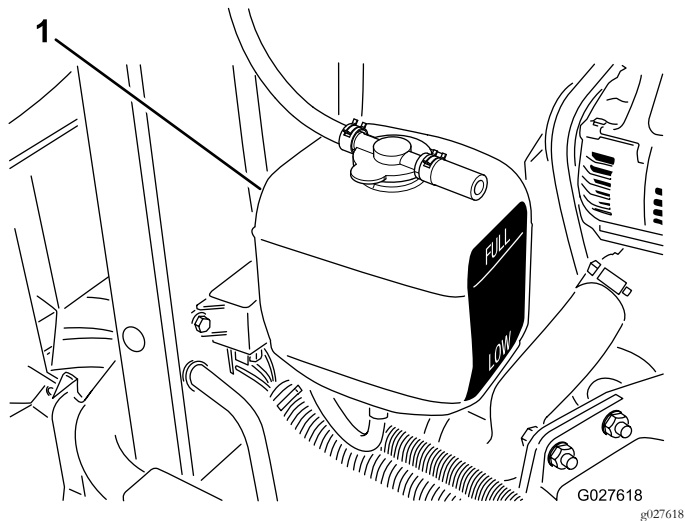

Bild 41
1. Prüfen Sie den Kühlmittelstand im Ausdehnungstank (Bild 41).